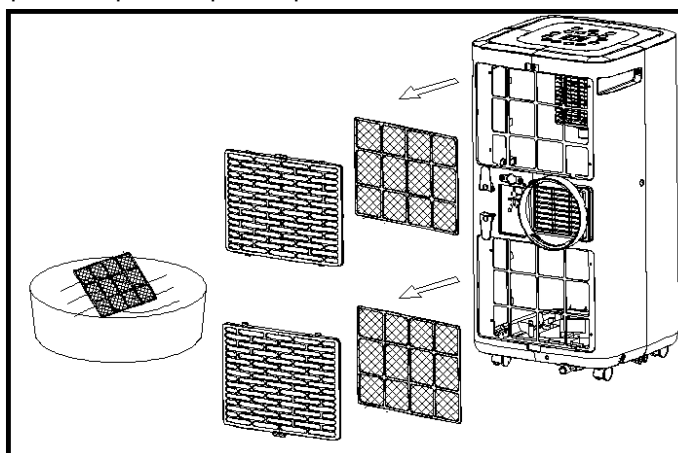

Fig. 5
- Limpe o filtro de pó de duas em duas semanas para não influenciar o volume de ar. Limpe o filtro com detergente neutro e água quente, a aprox. 40 °C. Enxague todos os restos de detergente do filtro, deixando-o secar ao ar antes de voltar a colocá-lo no aparelho (fig. 5).